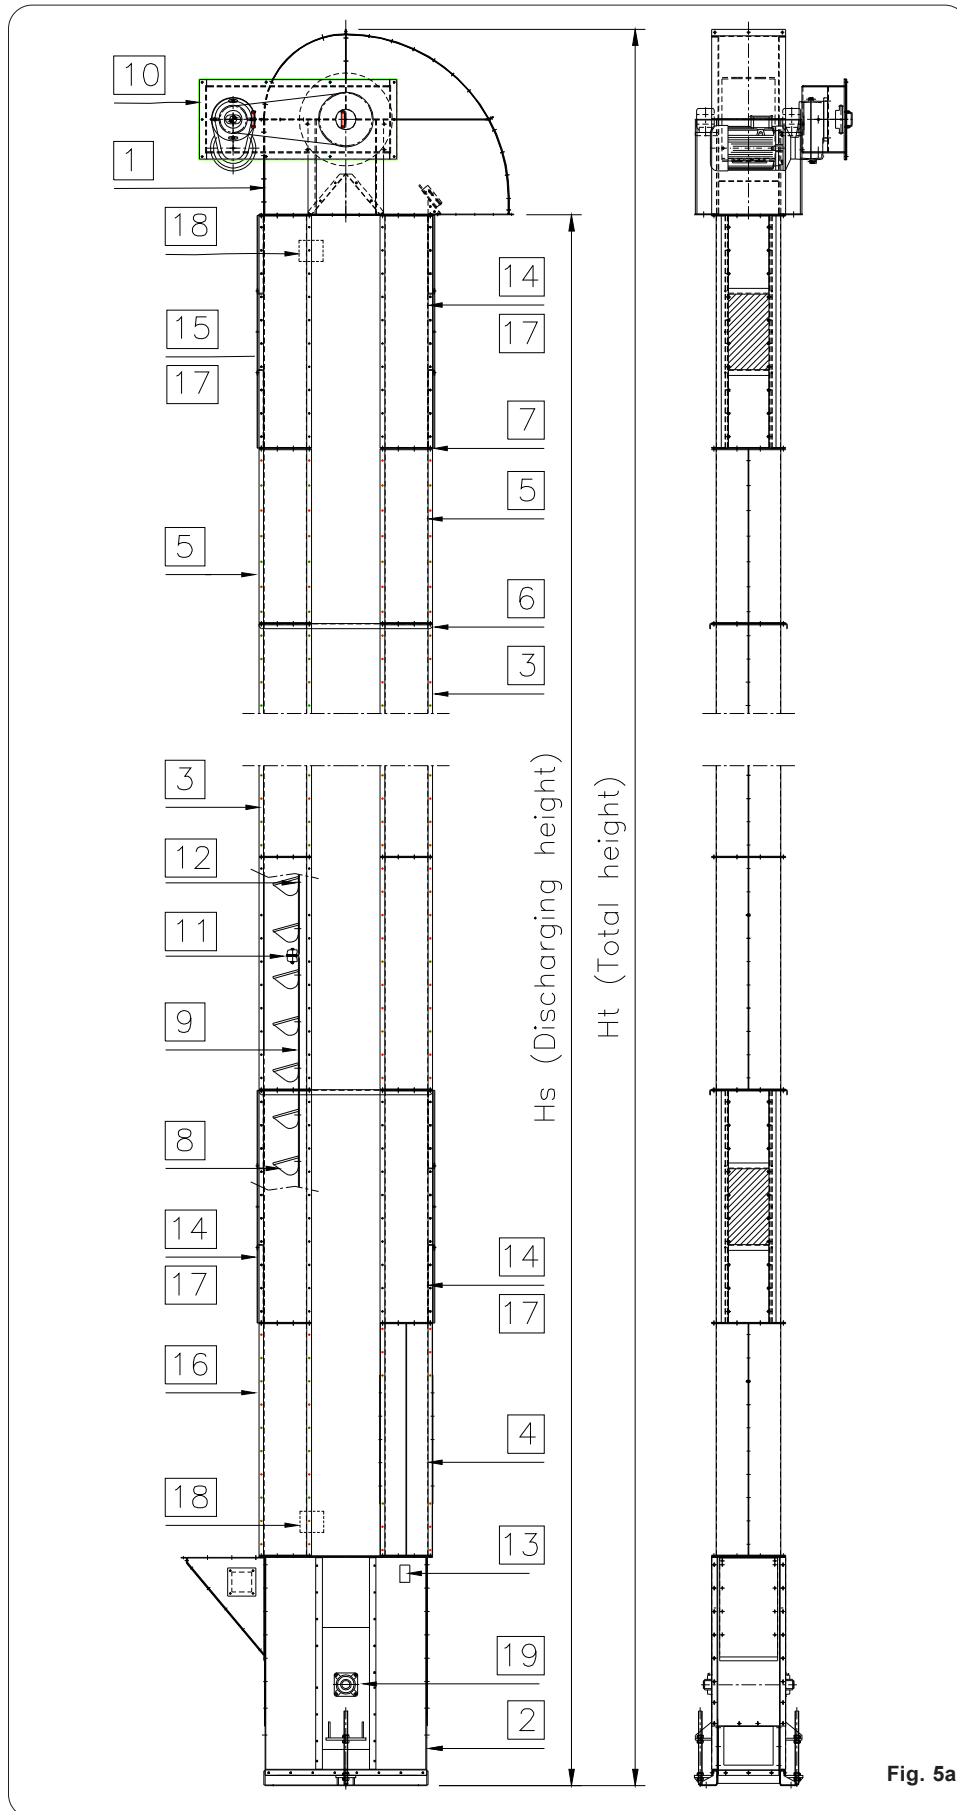

Fig. 5a
- B) Description of the component. See FIG: 5a, 5b, 5c, and 5d.
- B) Beschreibung des Einzelteils (Siehe Abb. 5a, 5b, 5c, 5d.)
- B) Description du composant. Voir FIG 5a, 5b, 5c, 5d.
- B) Descrizione del componente. Vedi FIG: 5a, 5b, 5c, 5d.
N.B. The sketches in Figs. 5a, 5b, 5c and 5d, indicate the main parts of which a generic machine is composed. For the exact composition of the specific machine delivered, consult the purchase order, the assembly (or erection) diagram and the documentation that accompanies the machine.
Anm.: Die Zeichnungen Abb. 5a, 5b, 5c, 5d, geben die wesentlichen Einzelteile an, aus denen das Gerät sich in der Regel zusammensetzt. Für den genauen Aufbau des spezifischen gelieferten Geräts ist Bezug auf die Auftragsbestätigung, die etwaige Übersichtszeichnung (oder Montagezeichnung) und die Dokumentation zu nehmen, welche das Gerät begleitet.